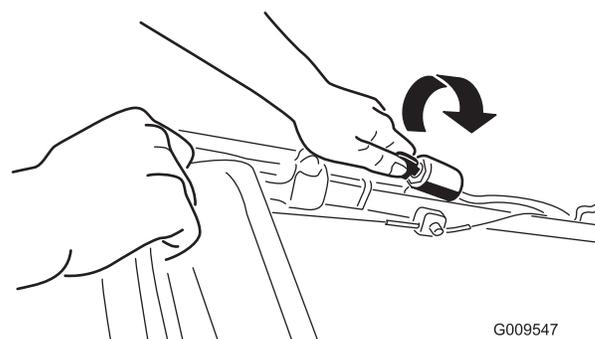
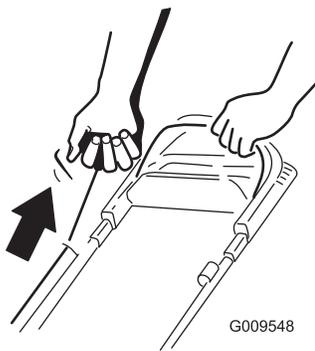

Figure 14
Figure 15
2. Tournez la clé de contact (Figure 14) (modèle à démarrage électrique uniquement) ou tirez la poignée du lanceur (Figure 15).
Remarque: Tirez la poignée du lanceur jusqu'à ce que vous sentiez une résistance, puis tirez vigoureusement (Figure 15). Laissez le lanceur se rétracter lentement jusqu'à la poignée.